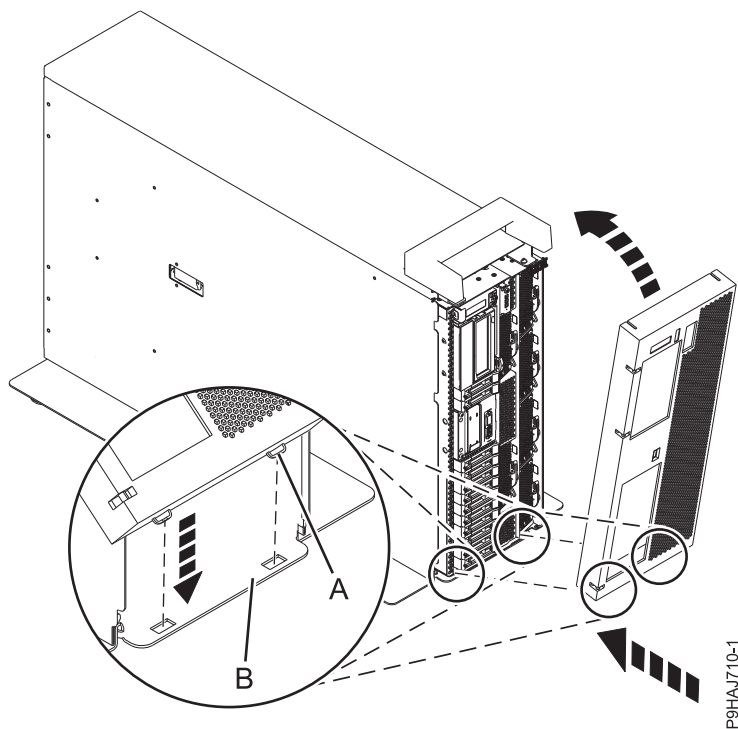

Figure 18. Installation du capot et du volet avant
2. Alignez le capot jusqu'à ce que les deux pattes (**A**) soient placées dans les encoches de la plaque de base (**B**), comme illustré dans la figure 18, à la page 34.